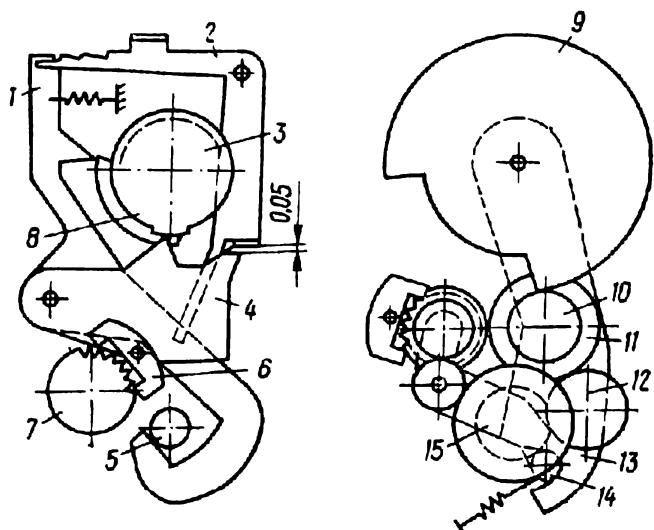

Рис. 25 Положение деталей тормозного механизма на выдержке «В»:
рычага 1 (рис. 25) и платы 4 относительно
5.2.77. Установить заводную головку на выдержку «В» и взвеси затвор. Проверить положение рычагов и платы относительно кулачков 3 и 8 — оно должно соответствовать рис. 25 (выступ рычага 1 должен находиться на верхней ступени кулачка 3 на расстоянии не менее 0,2 мм до края кулачка).